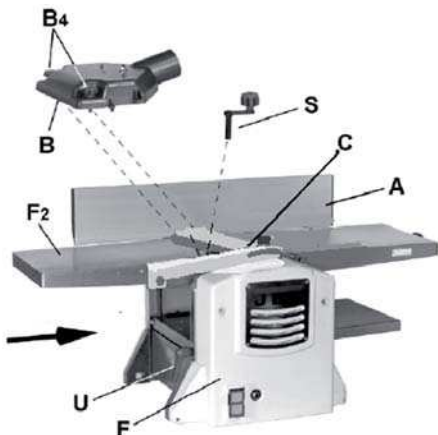

Рис. 15
- Если станок настроен в данный момент на операцию строгания-фугования, следует снять лоток для удаления пыли и отходов (B, Рис. 15).